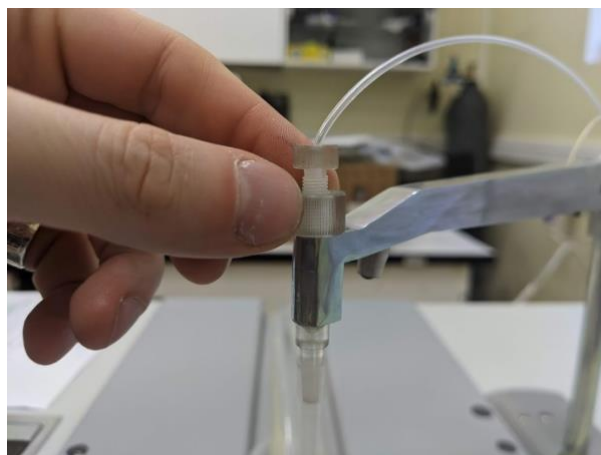

Рис. 11 – Эксцентрик
3.6.3 Туго наденьте сменный наконечник на втулку, придерживая её за винт большего диаметра (винт эксцентрика) так, как это показано на рис. 11